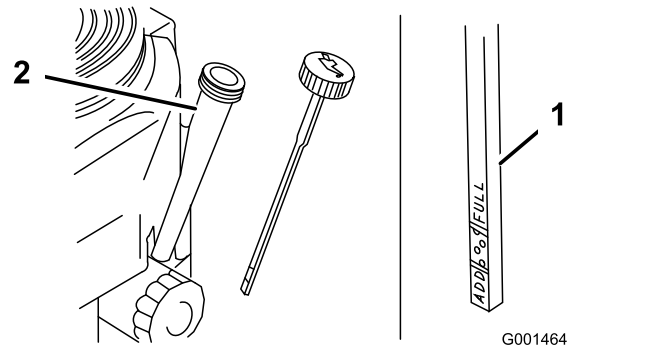

Figura 22
- Limpie alrededor de la varilla de aceite (Figura 22) para impedir que caiga suciedad por el orificio de llenado y cause daños en el motor.
- Desenrosque la varilla de aceite y limpie el extremo (Figura 22).
- Deslice la varilla a fondo en el tubo de llenado, pero no la enrosque en el tubo (Figura 22).
10. Vierta lentamente un 80% aproximadamente de la cantidad especificada de aceite por el tubo de llenado (Figura 22).